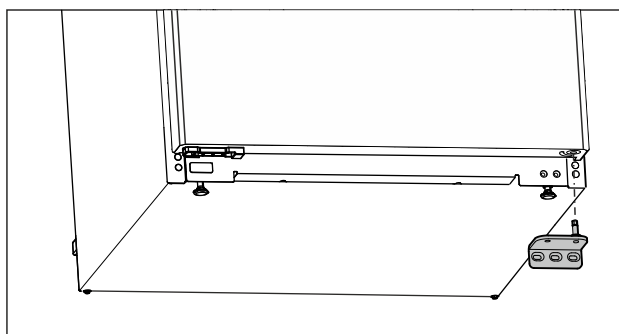

Fig. 7
- ▶ Rimuovere il blocco di supporto verso il basso. (vedere Fig. 7)